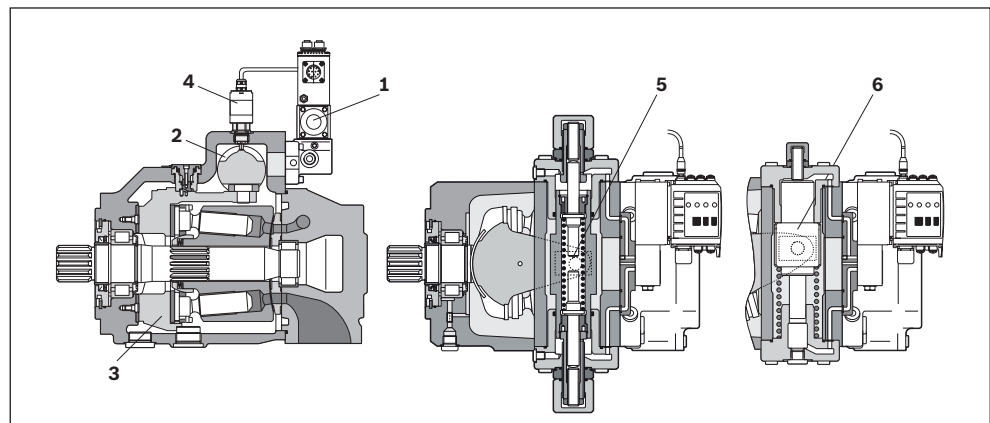

Abb. 2: Schnittdarstellung A4VSO...HS5E und HS5EV
Im Schnittbild (siehe Abb. 2; Pos. 5) ist die Verstellpumpe A4VSO mit HS5E-Verstellung dargestellt; die Ansteuerung des Proportionalventils (1) erfolgt mit der On Board Regelelektronik.
Im Schnittbild (siehe Abb. 2; Pos. 6) ist die Verstellpumpe A4VSO mit HS5EV-Verstellung dargestellt; die Ansteuerung des Proportionalventils (1) erfolgt mit der On Board Regelelektronik.